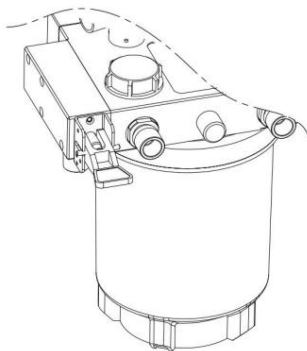

Figure 3. État de la commande manuelle du circuit d'anesthésie.
Lorsque la vanne de commutation « 1 - Manuelle/Modifiée » est en position manuelle, le circuit de circulation fonctionne en mode manuel (voir figure 3). Appuyez d'abord sur la vanne d'alimentation rapide en oxygène de l'unité principale de l'appareil d'anesthésie. L'oxygène pénètre directement dans le circuit de circulation par l'orifice « 2 - Entrée de gaz mélangé », puis par le « 3 - Sac réservoir ». En comprimant le sac réservoir, le gaz qu'il contient, mélangé au gaz provenant de l'unité principale de l'appareil d'anesthésie, traverse successivement l'absorbeur de dioxyde de carbone (4), la valve d'inspiration (8) et le raccord fileté d'inspiration (7) avant d'être administré au patient. La valve d'inspiration est unidirectionnelle.